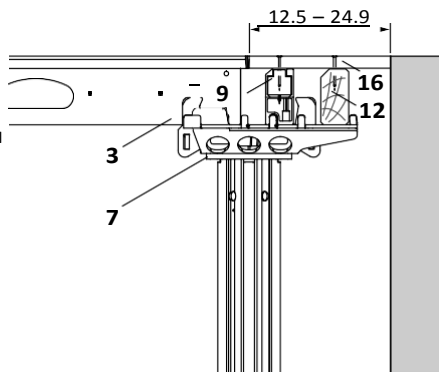

Fig. A5.37
1. Поставете комб. глава SCK (7) с Кондолата към изкърпването.
2. Монтирайте панела (3).
3. Монтирайте челната гредка SRT-2 (9) или гредката SPH (12в комб. глава).
4. Монтирайте шперплата (16) и го заковете. (Fig. A5.37)